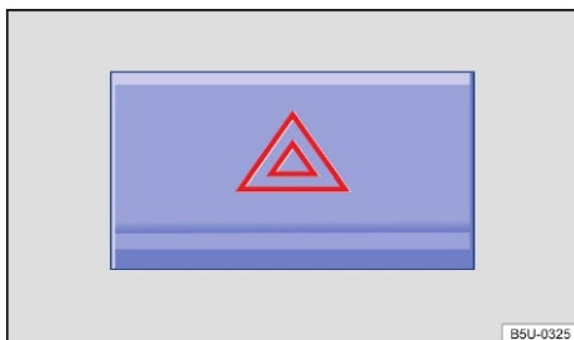

Fig. 40 Na parte superior do console central: interruptor das luzes de advertência.
2. Ligar as luzes de advertência com o interruptor (▲) → Fig. 40.
As luzes de advertência também podem ser desligadas ao pressionar o interruptor ▲ no painel de instrumentos → Fig. 40. ▶